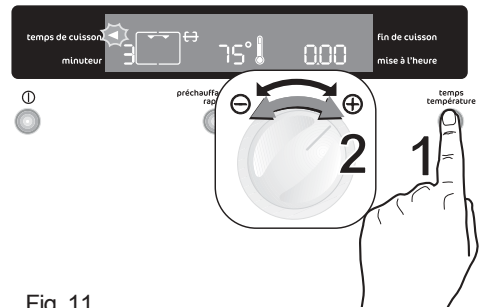

Fig. 11
2. Appuyez sur la touche "**Temps**" pour sélectionner la fonction "**Temps de cuisson**". Le voyant "**temps de cuisson**" ► clignote et «0.00» s'affiche (Fig. 11).